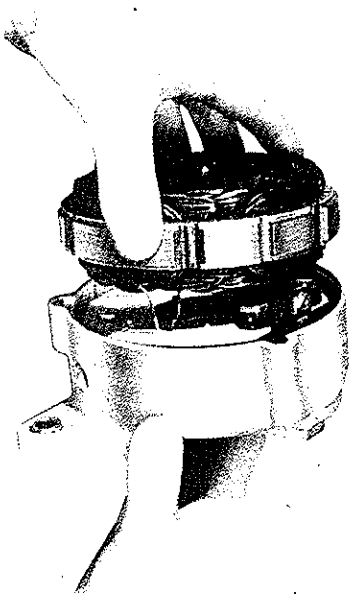

Fig. 10-7
- Comprobar la resistencia entre los dos anillos rozantes, aplicando los bornes de un ohmímetro, según indica la Fig. 10-7, la resistencia adecuada es la indicada en el recuadro de más abajo.